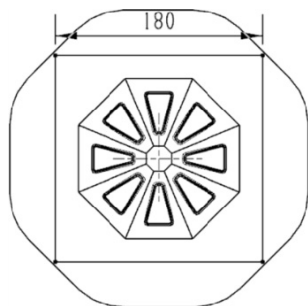
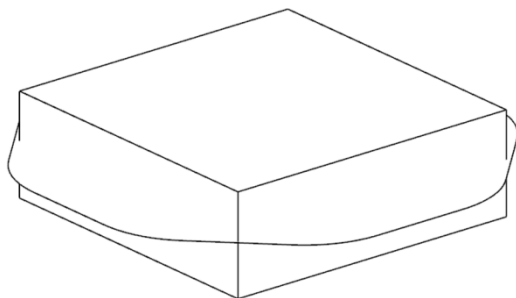

图 13-17 绘制矩形截面
图 13-18 创建工作件
(33) 选取“菜单 | 插入 | 曲面 | 缝合”命令，将所有曲面缝合。
(34) 单击“拉伸”按钮，以 XOY 为草绘平面，绘制一个矩形截面，如图 13-17 所示。
(35) 单击“完成”按钮，在【拉伸】对话框中对“指定矢量”选择“ $ZC \uparrow$ ”，开始距离设为-20mm，结束距离设为 50mm，对“布尔”选择“无”。
(36) 单击“确定”按钮，创建工作件，如图 13-18 所示。